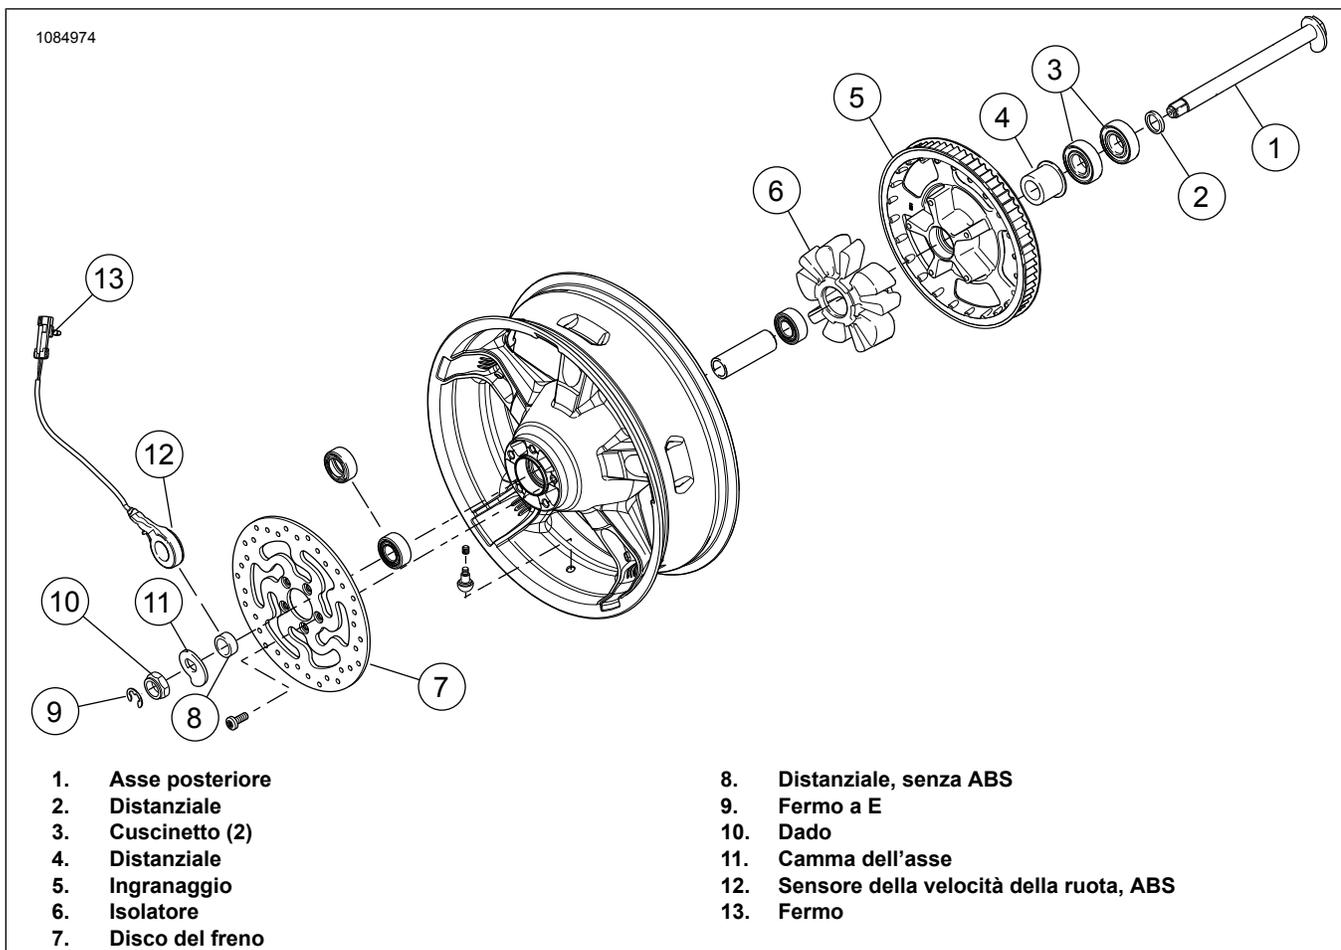

Figura 2. Parti della ruota posteriore riutilizzabili
3. Vedere la figura 2. Rimuovere e smontare il gruppo della ruota posteriore esistente. Le parti elencate sono necessarie per il riassetto. Vedere il manuale di manutenzione.